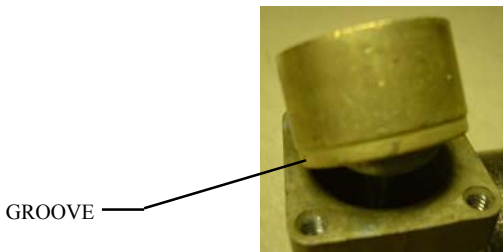

FIGURE 3
2. PLACE THE NEW SLEEVE ONTO THE COMPRESSOR, **MAKE SURE THE SLEEVE IS INSTALLED AS SHOWN IN FIGURE 3 & 4 WITH THE GROOVE DOWN.**